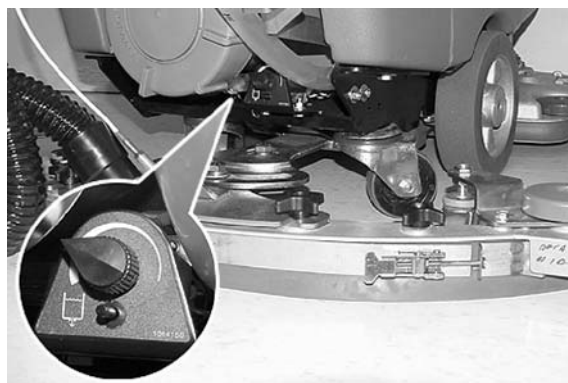

РИС. 20
8. При обычной чистке и мытье поверните ручку управления потоком раствора на желаемый уровень расхода (Рисунок 20).